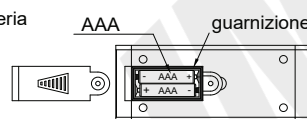

Fig.3
- Inserire due batterie AAA come in Fig.3, assicurarsi che la guarnizione sia nella scanalatura, installare il coperchio della batteria e serrare la vite di bloccaggio.